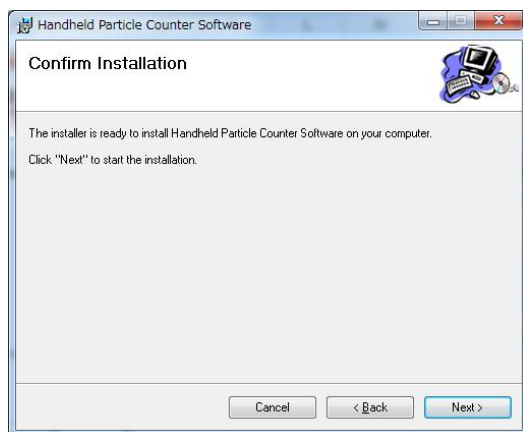

Figura 2-3
3) Hacer clic en el botón Siguiente (Next) para visualizar el cuadro de diálogo como se muestra en la Figura 2-3 abajo: